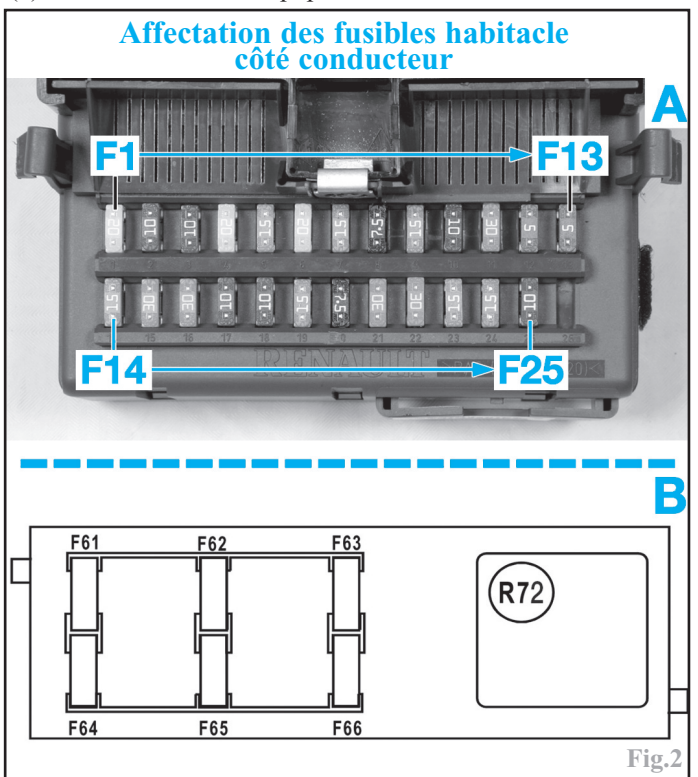

Fig.2
Affectation des fusibles habitacle (côté conducteur) (A) sur le calculateur habitacle (645) (Fig.2)
Affectation des fusibles habitacle (côté conducteur) (avant 06/2004) sur le calculateur habitacle (B) (645) (Fig.2)